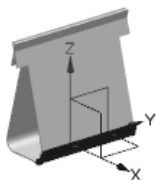
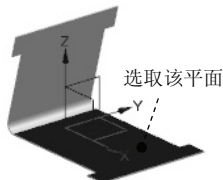

图 4.8.9 “折弯”特征 2
图 4.8.10 选取草图平面
Step5. 创建图 4.8.9 所示的“折弯”特征 2。选择下拉菜单 **插入(I)**  **折弯(B)**  **折弯(B)...** 命令，系统弹出“折弯”对话框；单击  按钮，系统弹出“创建草图”对话框，选取图 4.8.10 所示的平面为草图平面，绘制图 4.8.11 所示的折弯线，完成后退出草图环境；在“折弯”对话框 **折弯属性** 区域下的 **角度** 文本框中输入折弯角度值 105；单击“反侧”按钮 ，反转折弯侧；在 **内嵌** 下拉列表中选择 **折弯中心线轮廓** 选项；在 **折弯参数** 区域中单击 **折弯半径** 文本框右侧的  按钮，在弹出的菜单中选择 **使用本地值** 选项，然后在 **折弯半径** 文本框中输入折弯半径值 1；单击 **确定** 按钮，完成特征的创建。